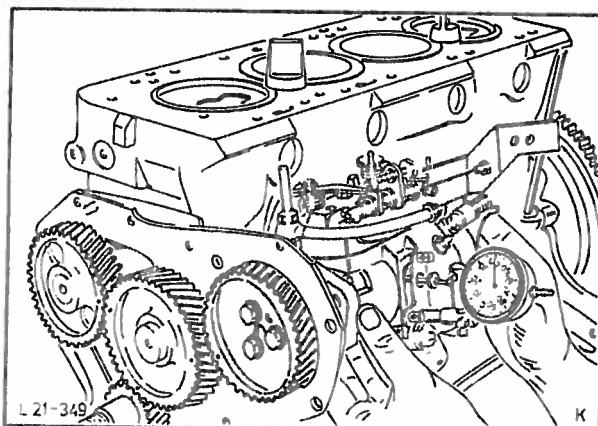

Fig. 76 Fest innsprøytningspumpen.
51. Monter innsprøytningspumpen med ny pakning og måleuret montert slik at merkene på registerdrevene står på linje, fig. 76. Monter registerdekslet med en ny pakning og fest innsprøytningspumpen.